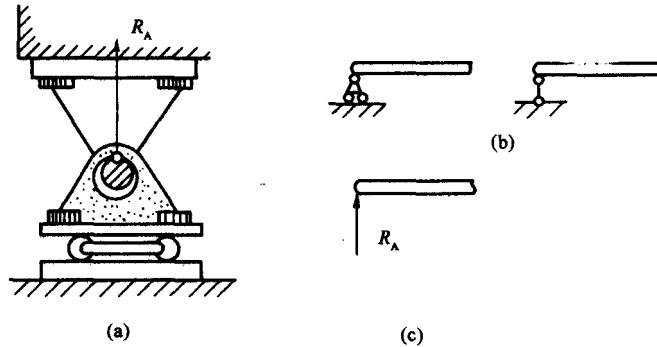

图 1-1-12
4) 可动铰链支座：可动铰链支座的约束反力通过铰链中心，垂直于支承面，如图 1-1-12 所示。